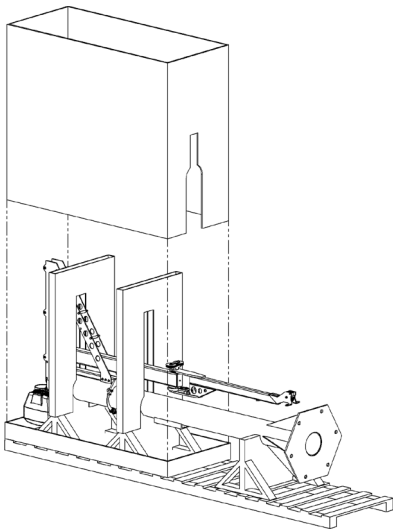

Fig. 2B. Rimozione dell'involucro di imballaggio.
- 2.2 Rimuovere l'involucro esterno (**Fig. 2B**).